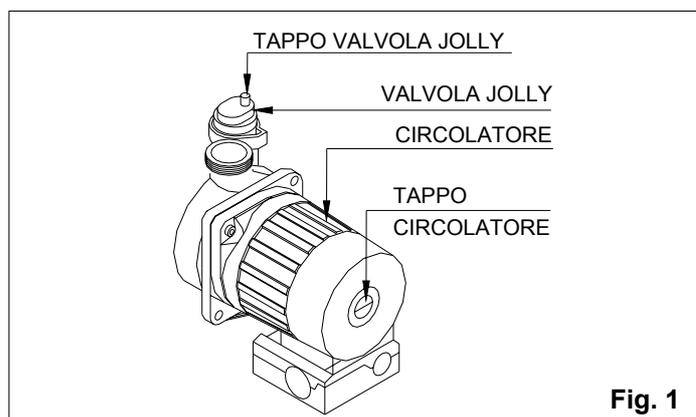

Fig. 1
- controllare che il tappo della valvola jolly sia leggermente allentato per permettere all'aria di fuoriuscire dall'impianto (fig.1);